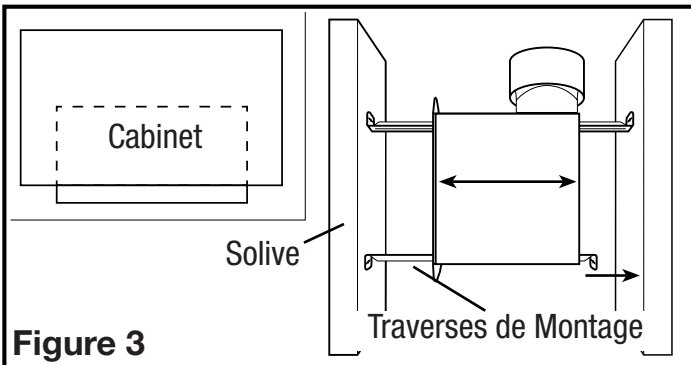
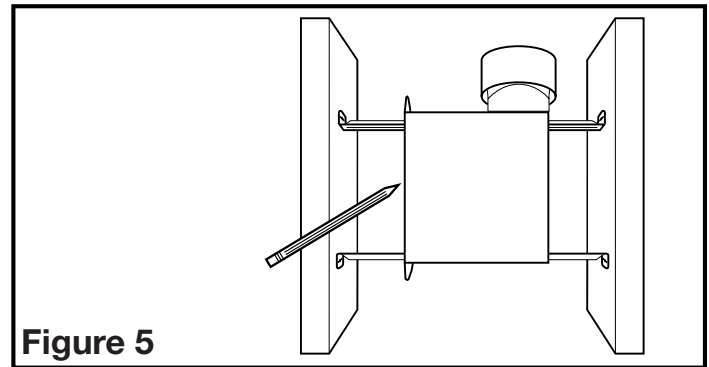

Figure 3
Figure 5
- Installation des Traverses de Montage :** installer les traverses sur le châssis et positionner le châssis près de la solive. En utilisant le guide sur le châssis du ventilateur, aligner le châssis pour qu'il soit à effleurement avec le plafond fini. Fixer les extrémités des traverses avec des clous ou des vis (non-comprised) aux solives et glisser le châssis à sa position finale (**Figure 3**).
- Installation des Traverses de Montage :** placer le châssis en position entre les solives et tracer un contour sur le matériau du plafond (**Figure 5**). Mettre le châssis de côté et découper l'ouverture, en prenant soin de ne pas couper ou endommager des câbles électriques dissimulés ou autres utilités. Installer les traverses sur le châssis et positionner le châssis dans le trou percé précédemment afin qu'il soit à effleurement avec le plafond fini. Fixer les extrémités des traverses aux solives (**Figure 3**).
- Raccorder le conduit au collet de conduit du ventilateur (**Figure 5**). Fixer en place à l'aide de ruban ou de serre-joint. Toujours évacuer le ventilateur vers l'extérieur au travers de chapeau mural ou de toit.